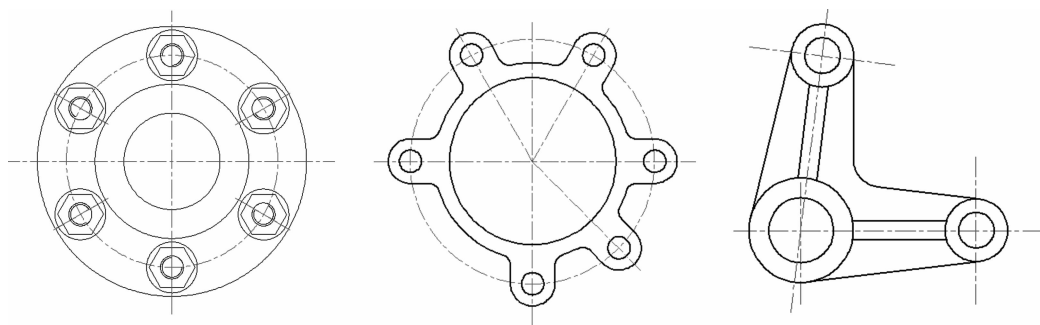

图 2-24 机械图形中圆和圆弧的使用
(3)在机械图形中圆和圆弧使用得较多,如图 2-24 所示。